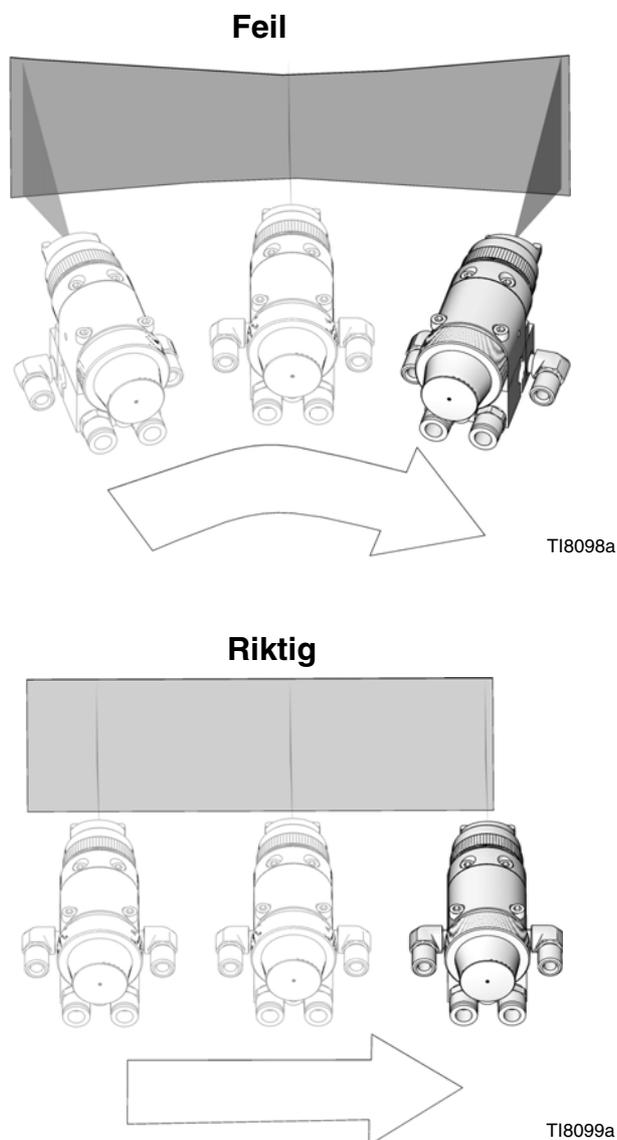

FIG. 12: Riktig sprøytemetode
- Bruk jevne, parallelle strøk på tvers av overflaten som blir sprayet med 50 % overlapp. Se FIG. 12.